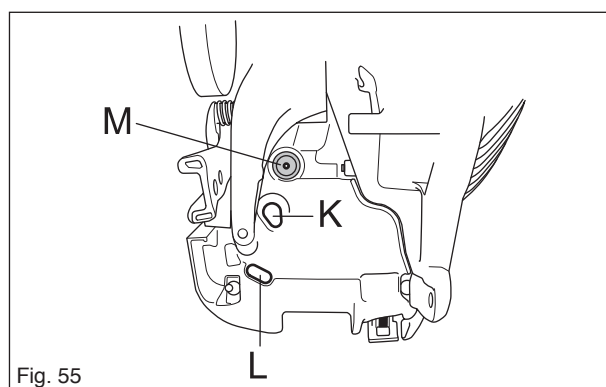

Fig. 55
1. Tirer le câble des gaz jusqu'au raccord M conformément à la figure 55. **REMARQUE !** La figure ci-contre est une vue du dessous.
2. Glisser le tuyau de carburant D dans le trou K et les tuyaux B et C dans le trou L, voir figure 55. Tirer les tuyaux de façon à ce que les cols arrivent sur les côtés opposés du fond du carburateur.